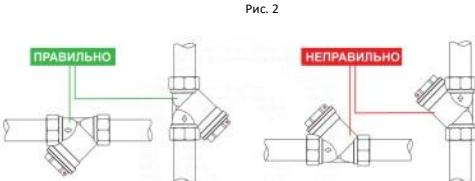

Рис. 2
- 8.2 Фильтр может устанавливаться, как в горизонтальном, так и в вертикальном положении, **ВНИМАНИЕ! крышкой вниз (рис.2);**